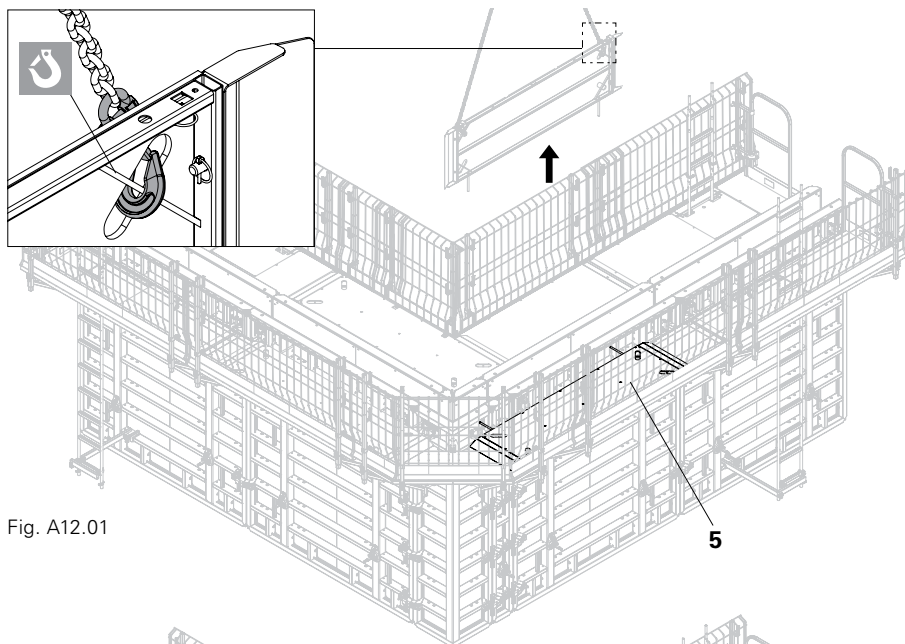

Fig. A12.01
1. Fixer le platelage de liaison MXK (5), avec l'élingue à deux brins, aux points de fixation de charges du platelage de liaison MXK et l'enlever avec précaution du système de console MXK. (Fig. A12.01)